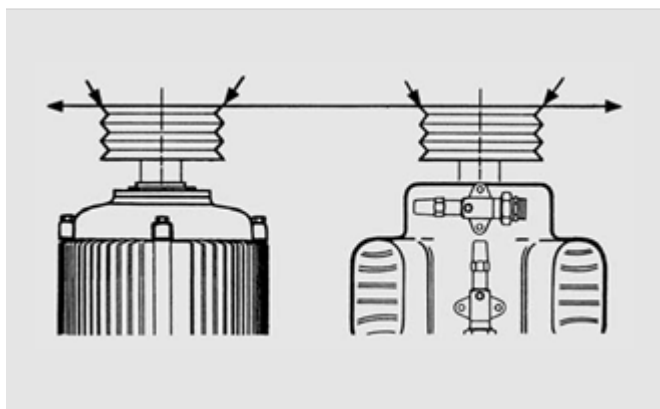

図 3 ベルトプーリの位置合わせ
- ベルトプーリはしっかりと固定されている必要があります。これらは正しく配置されていなければなりません（図 3 参照）。